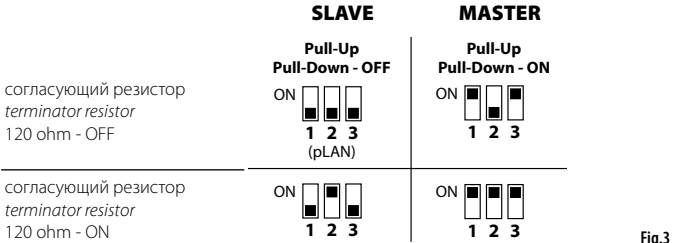

Fig.3
Последовательные порты COM1 (2), COM2	RS485 до 115,2 кбит/сек Съемный винтовой разъем, шаг 3,81 мм Экранированная витая пара AWG 20-22 для ± Lmax = 500m - момент 0,25Нм (2,2 фунт-сила-дюйм) Режим ведущий/ведомый настраивается микропереключателем (рис.3)
COM1 (2), COM2 Serial ports	RS485 max 115,2 Kb/s Removable screw connector 3,81mm pitch Shielded twisted pair cable AWG 20-22 for ± Lmax = 500m - tightening torque 0.25Nm (2.2lbf x in) Master/Slave set via dipswitch (Fig.3)